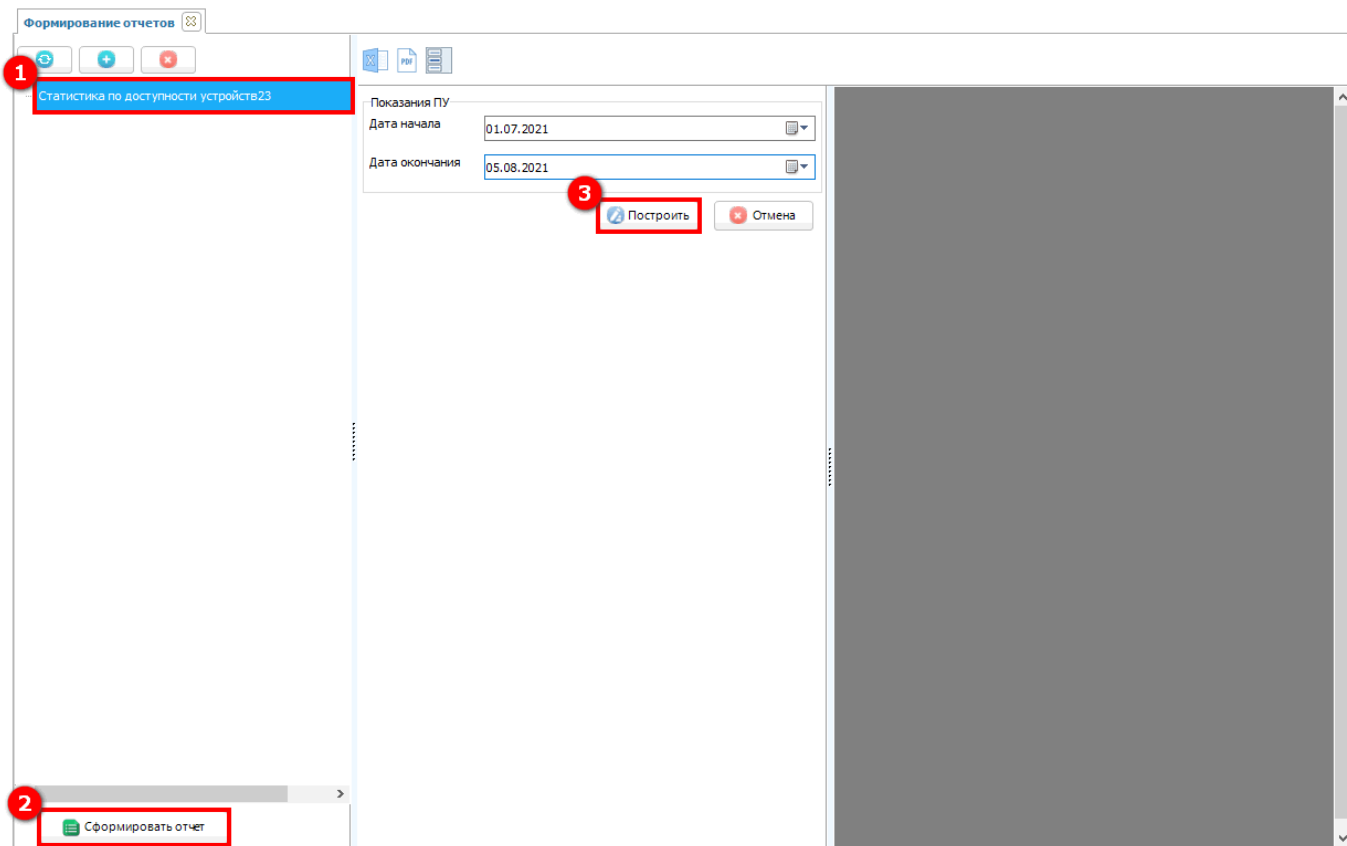

Рисунок 171 – Настройки параметров отчета
Наименование загружаемого файла (шаблона отчета) будет отражено в левой части основного окна открытой вкладки (1) (см. рисунок 171).левой кнопкой мыши выбираем загруженный шаблон отчета (1) и нажимаем кнопку **Сформировать отчет** (2). В зависимости от заданных параметров в шаблоне отчета выполняем настройку отчета и нажимаем кнопку **Построить** (3).